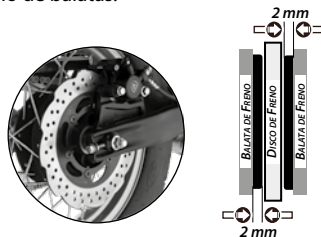

Imagen 24. Desgaste del freno trasero.
2. Revisar el nivel de desgaste de las balatas del freno trasero. Ver imagen 24.